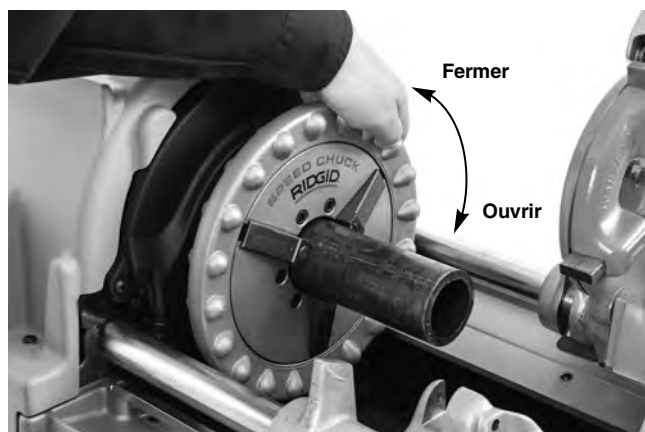

Figure 16 – Mandrinage du tuyau
Le coupe-tube, l'alésoir et la tête de filière doivent tous être en position relevée, éloignés de l'utilisateur, et non en position opératoire. Assurez-vous que ces outils sont stables et ne risquent pas de retomber. Ouvrez les mandrins de la machine à fileter complètement. Sur les machines à mandrin manuel, tournez le volant du mandrin avant dans le sens horaire (*Figure 16*). Sur les machines à mandrin automatique, mettez le commutateur REV/OFF/FOR (2/0/1) à la position « REV » (2), puis appuyez momentanément sur la pédale de commande.
Tournez le volant du mandrin avant en sens antihoraire (vue de l'avant de la machine) (*Figure 16*) pour le renfermer sur le tuyau. Assurez-vous que le tuyau est bien centré entre les inserts du mandrin. Tournez le volant du mandrin à plusieurs à-coups rapides pour bien saisir le tuyau.